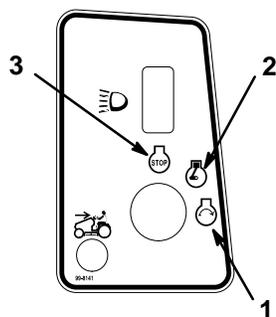

Abbildung 8
5. Den Zündschlüssel im Uhrzeigersinn drehen und auf Position "START" halten (Abb. 8). Wenn der Motor startet, den Schlüssel loslassen.
2. Die Zündung ausschalten (Abb. 8).